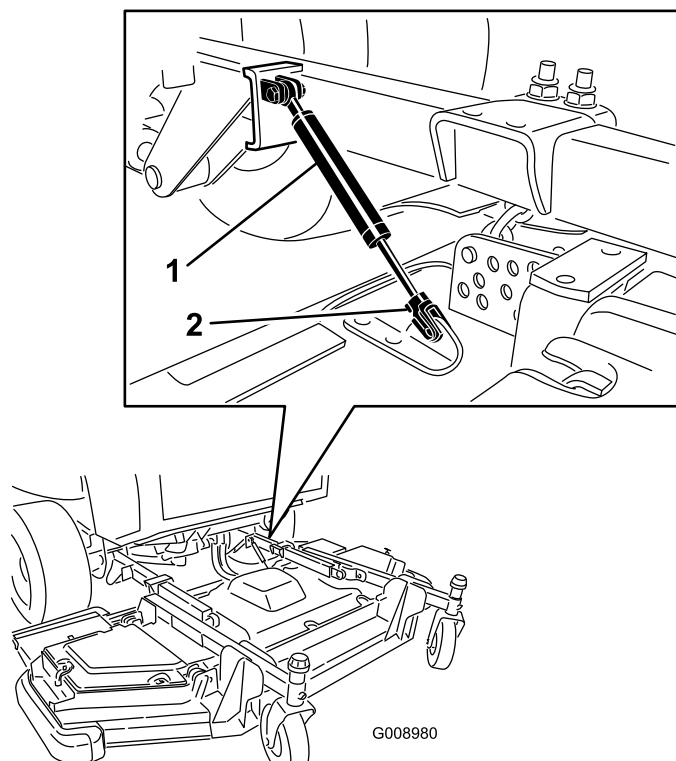

Bild 123
3. Nehmen Sie den Befestigungsclip ab und schließen den Stoßdämpfer vom Mähwerk ab (Bild 123).